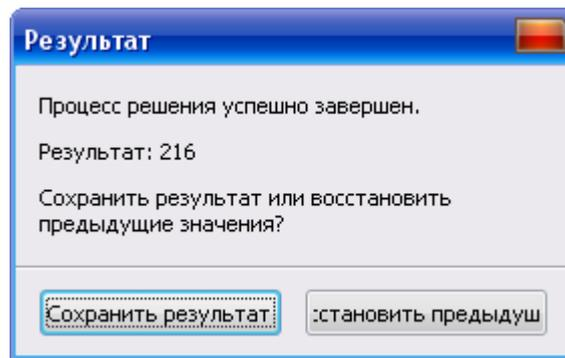

Рис. 6.4. Сообщение об успешном решении задачи
10. В случае успешного завершения решения задачи на экране появится диалоговое окно **Результат** (рис. 6.4), в котором сообщается о найденном решении задачи. Щелкнуть по кнопке **Сохранить результат**.